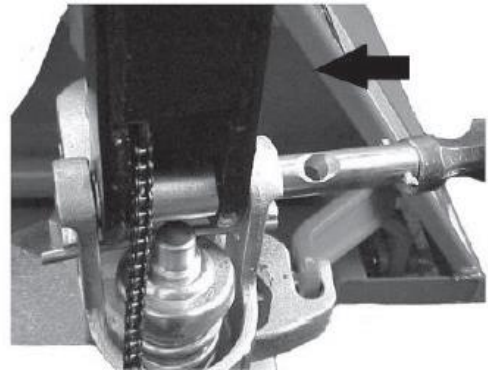

Fig.4
- a) Inserire il braccio del timone(1) nel pistone della pompa, quindi con un martello inserire l'asse con il foro nella pompa idraulica e nel braccio del timone (Fig.4).